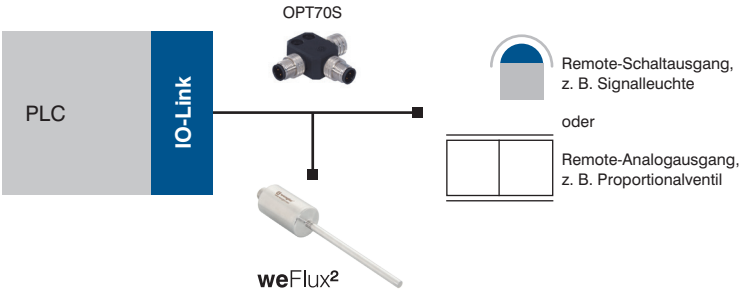
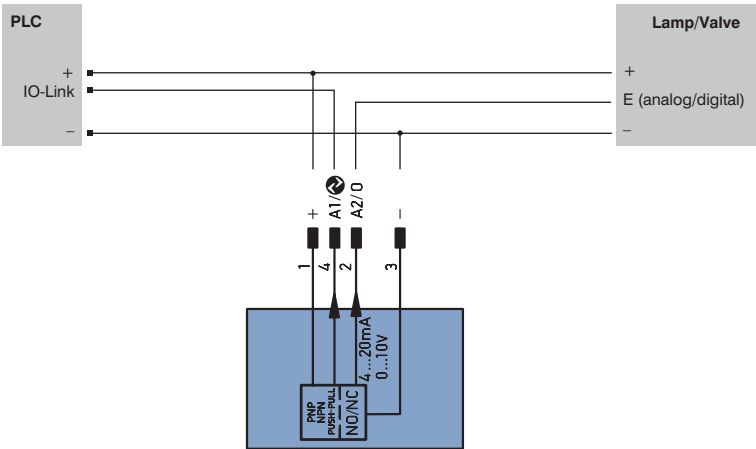

Abbildung 1: Verkabelung mit Remote-Ausgangsfunktion
Abbildung 2: Verdrahtung
- Verkabelung und Anschluss siehe unten (Abb. 1, Abb. 2).